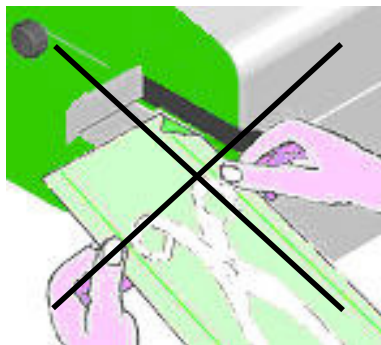

fig.2.5
- per evitare saldature imperfette, inceppamento o cattivo funzionamento, l'operatore deve sempre inserire la busta ben distesa, evitando la piega dell'angolo di entrata, come indicato nella fig. 2.5